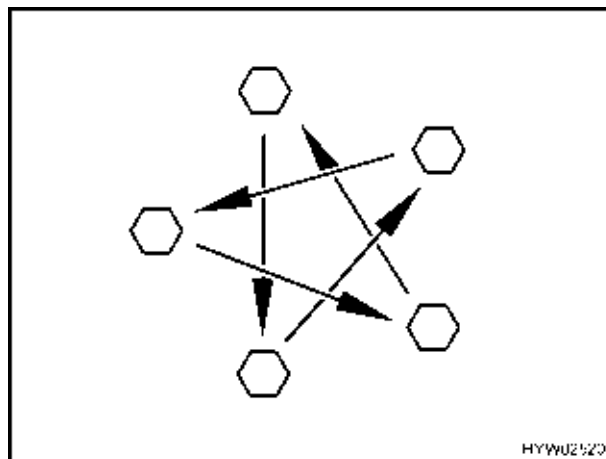

Fig. 205 Serrare a croce i dadi o i bulloni delle ruote
- Controllare regolarmente il serraggio dei dadi o dei bulloni. Regolare a croce (Fig. 205) il serraggio dei dadi o dei bulloni di una ruota sostituita dopo circa 50 km. Per il valore della coppia di serraggio consultare il paragrafo Coppia di serraggio.
- ▷ Serrare a croce i dadi o i bulloni delle ruote (Fig. 205). Per il valore della coppia di serraggio consultare il paragrafo Coppia di serraggio.